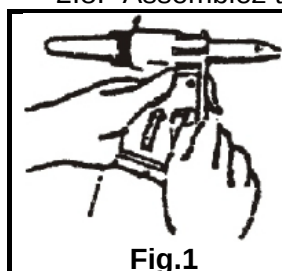

Fig.1
- 2.2. Démontez la tête (Fig.1).